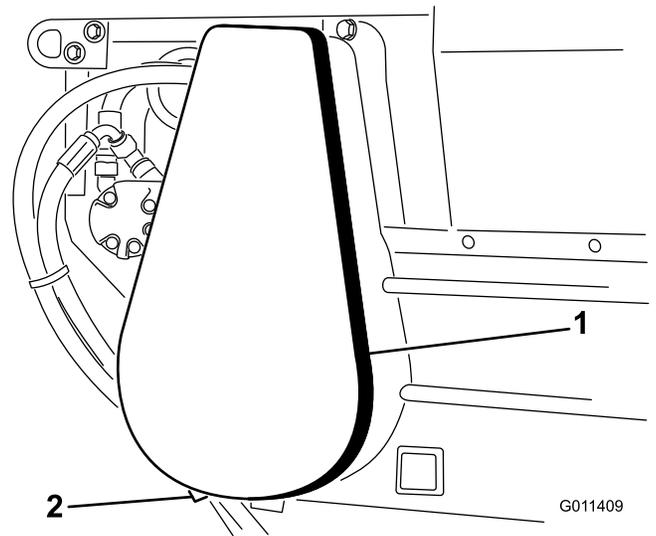

Bild 24
- Entfernen Sie die Kettenabdeckung und das Distanzstück (Bild 24).